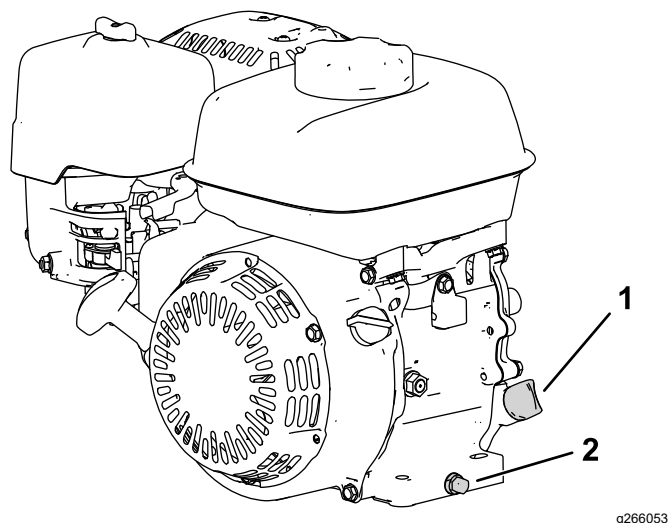

Figure 10
2. Positionnez la machine de sorte que le moteur soit de niveau et nettoyez la surface autour du tube de remplissage (Figure 10).
3. Enlevez le bouchon de vidange (Figure 10).